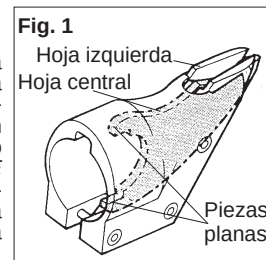

Fig. 1
Antes de montar la cabeza de la cizalla en la unidad de energía, aplique un poco de grasa tipo "E" de MILWAUKEE a las secciones planas en el área forma de "U" de la hoja central (Fig. 1).
1. Afloje los tres (3) tornillos prisioneros.
2. Alinee la cabeza cortante y la herramienta al ángulo deseado. Mueva la hoja izquierda hacia delante y hacia atrás para ajustar el rizo del material de desecho (Fig. 1).
3. Apriete los tres (3) tornillos prisioneros en la llaven Allen suministrada. Antes de utilizar la herramienta asegúrese que todos los tornillos prisioneros hayan sido apretados.